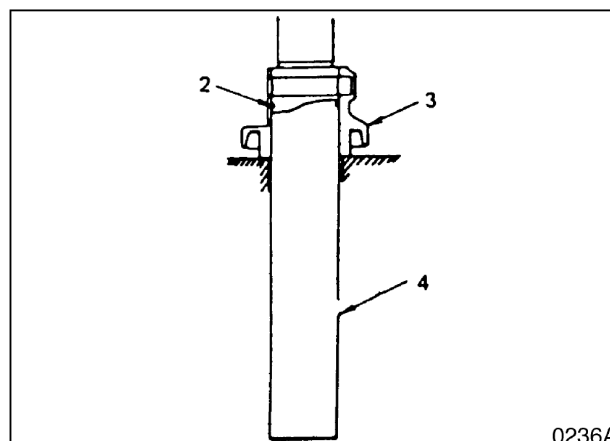

Рис. 33
1. Перед повторной сборкой обезжирьте, очистите и насухо вытрите все детали. Вставьте втулку (7, рис. 33) в каток.
2. Смажьте уплотнительные кольца (2, рис. 33) и вставьте их в ось.